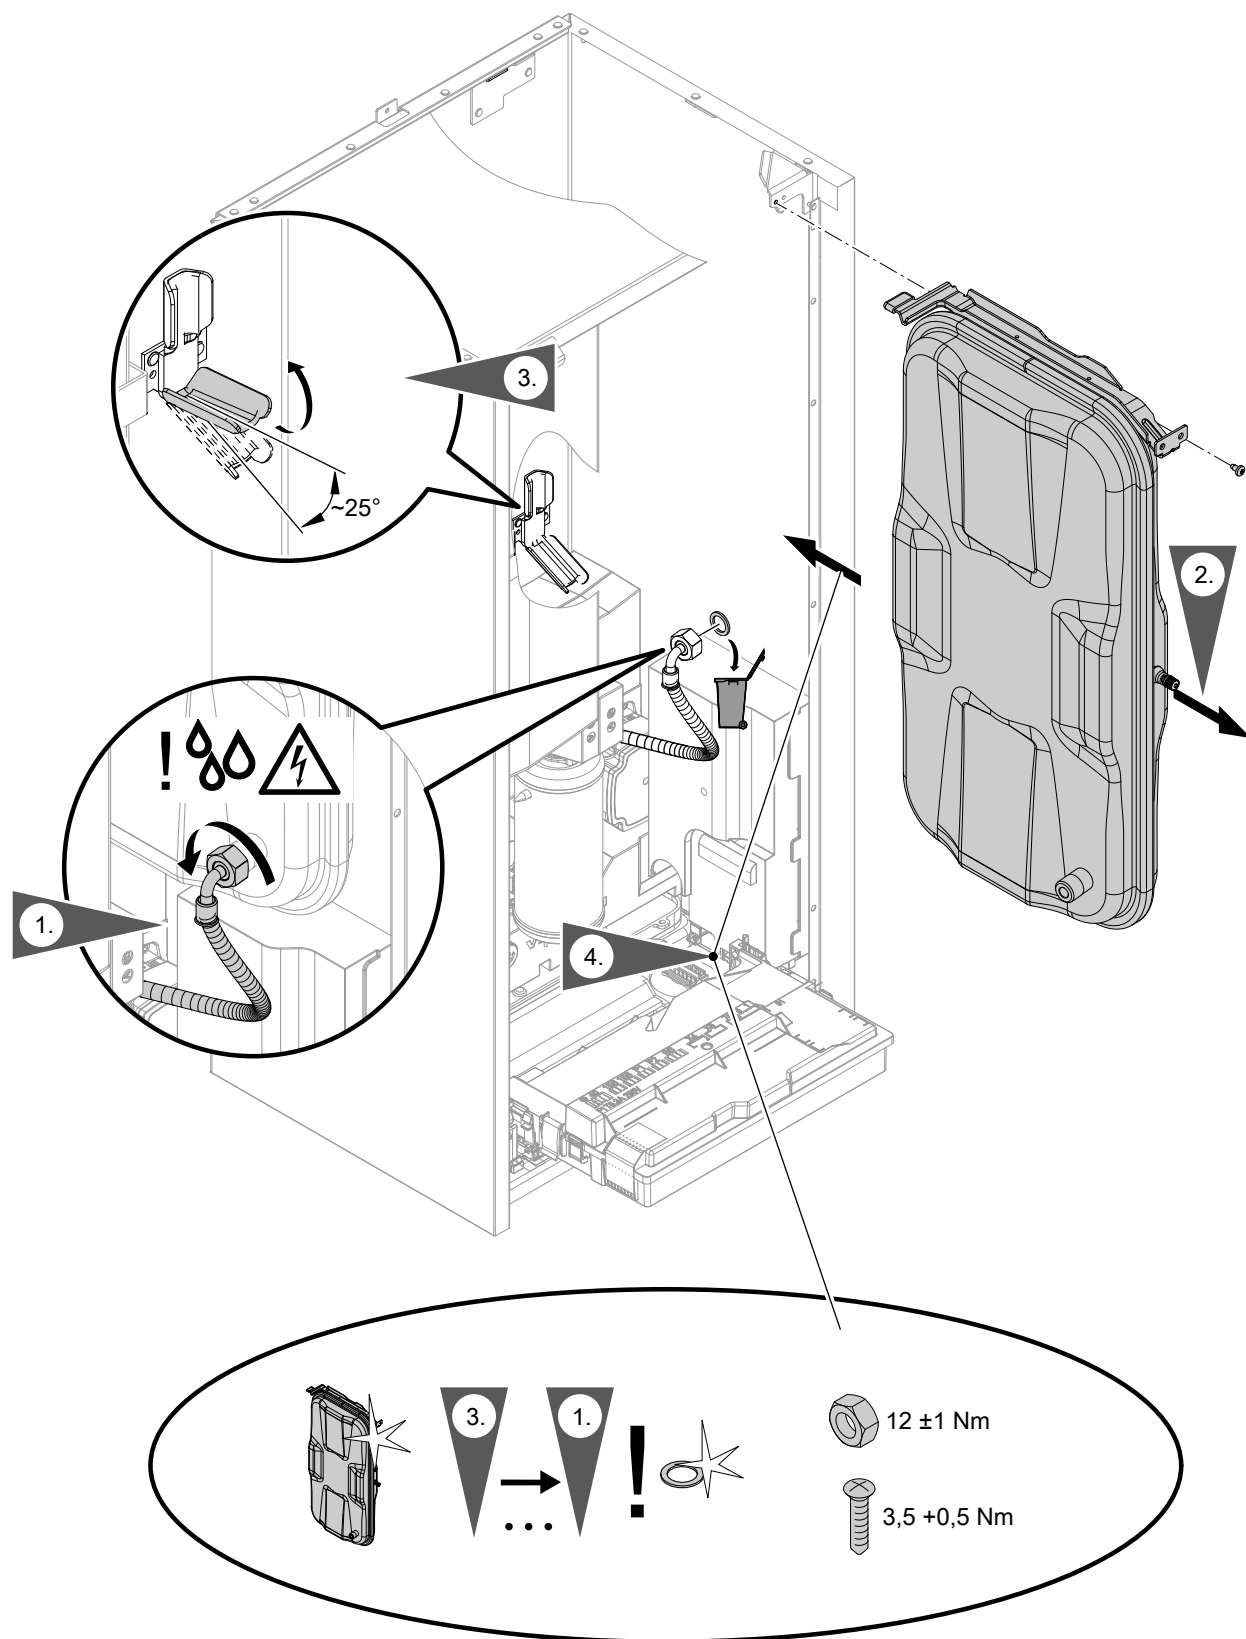

Abb. 86
- Ausdehnungsgefäß: Siehe Abb. 86.